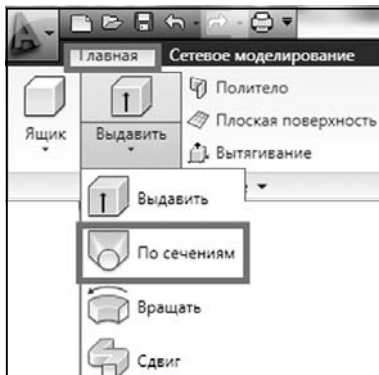

Рис. 7.10. Расположение команды «По сечениям» (лофтинг)
- ♦ «Лента»: «Главная вкладка» → «Моделирование панель» → → раскрывающийся список «Выдавить» → «По сечениям» (рис. 7.10);